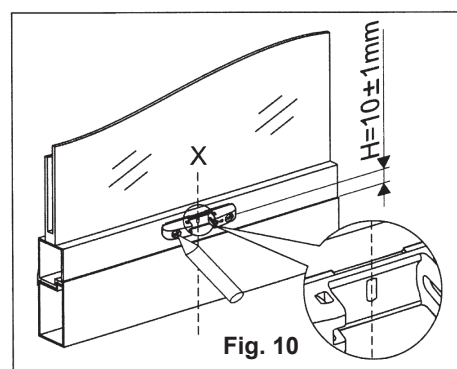

Fig. 10
- 4) **Fig. 10-** Posicionar el enchufe rápido a un alto mínimo de 10mm desde el chasis y marcar los puntos de perforación;